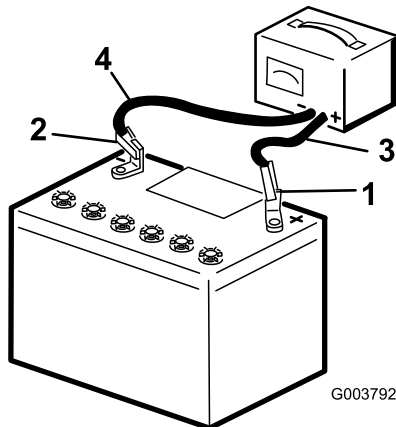

Figura 130
5. Conecte o cabo positivo do carregador ao terminal positivo da bateria (Figura 130).
6. Conecte o cabo negativo do carregador ao terminal negativo da bateria (Figura 130).
8. Quando a bateria estiver totalmente carregada, desligue o carregador da rede elétrica e desconecte os cabos do carregador dos terminais da bateria (Figura 130).